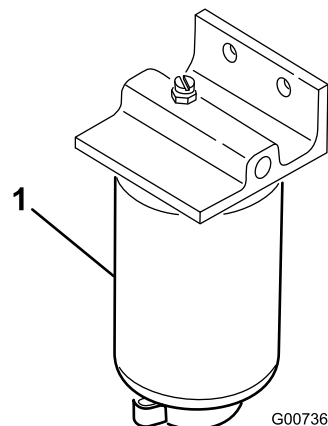

Figura 34
1. Mettete un contenitore pulito sotto il filtro del carburante(Figura 34).